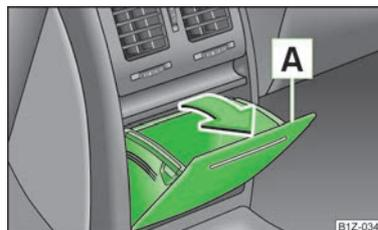

Fig. 80
► Abrir el compartimento guarda objetos tirando del borde superior del mismo **A** en el sentido de la flecha » fig. 80.